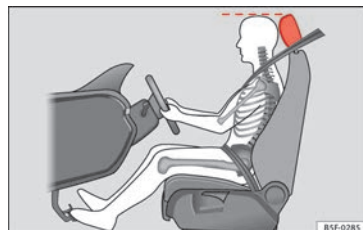

Fig. 83 Position correcte de l'appuie-tête du conducteur
- Réglez l'appuie-tête de sorte que le bord supérieur de celui-ci soit à la même hauteur que la partie supérieure de votre tête »» **fig. 83.**